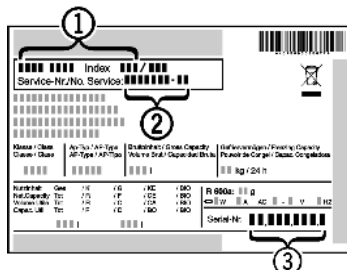

Fig. 17
- ▶ Skåpbeteckning *Fig. 17 (1)*, service-nr. *Fig. 17 (2)* och serie-nr. *Fig. 17 (3)* finns på typskylten. Denna sitter på vänster sida inne i skåpet.
- ▶ Kontakta kundtjänst och meddela felet, skåpbeteckning *Fig. 17 (1)*, service-nr. *Fig. 17 (2)* och serie-nr. *Fig. 17 (3)*.